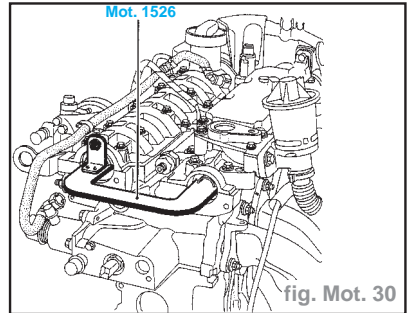

fig. Mot. 30
- Placer l'outil de calage **Mot. 1526** se fixant en bout des arbres à cames (fig. Mot. 30).